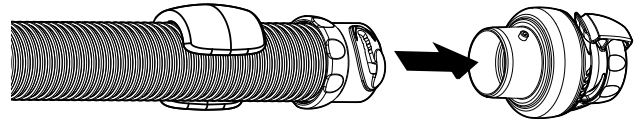

Figura 6
1. Conecte la válvula del regulador de caudal a la manguera principal. La manguera principal es la sección de la manguera con flotador de espuma pre-colocado (Figura 6).